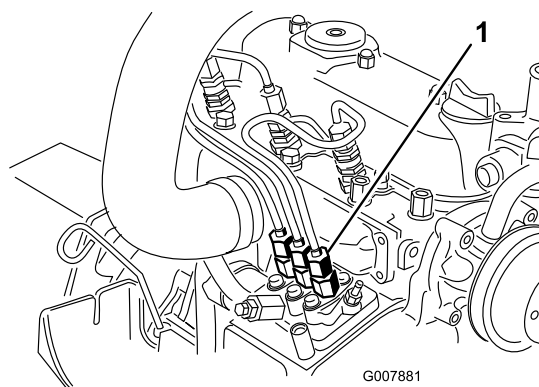

Figura 37
1. Mettete un cencio sotto il raccordo del tubo proveniente dalla pompa d'iniezione e diretto all'ugello dell'iniettore n. 1, come illustrato nella Figura 37.